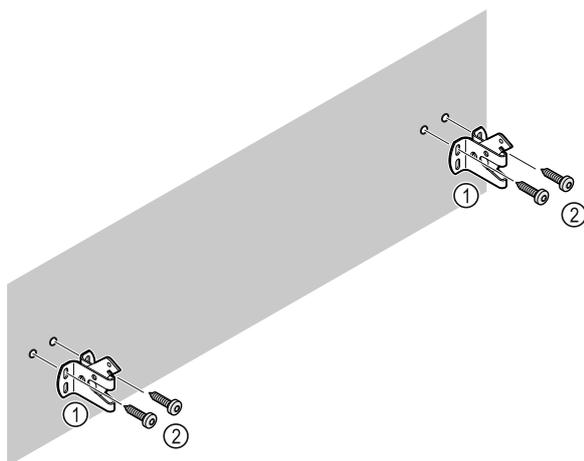

Fig. 12
**Je nach Beschaffenheit der Wand (Holz, Beton) geeignetes Befestigungsmaterial (z. B. Dübel) und ausreichend Befestigungspunkte verwenden Fig. 12 (2).**
- ▶ Sicherungshaken befestigen. Fig. 12 (1)